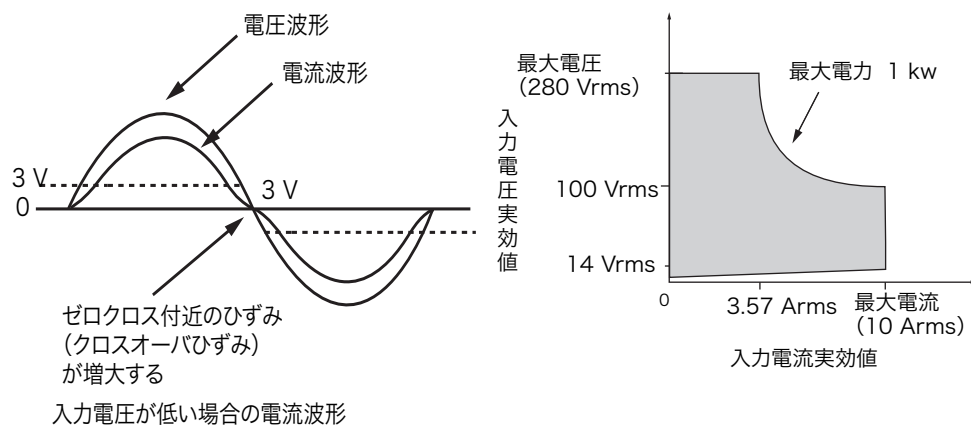
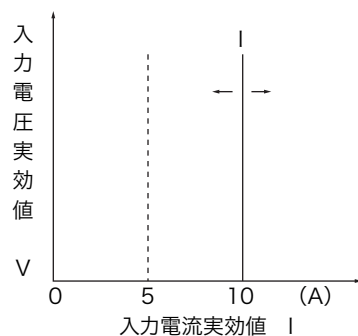
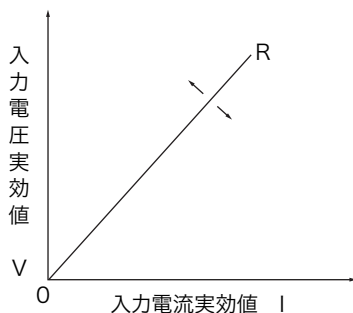
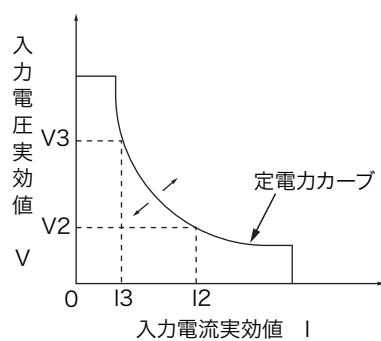

図 A-1 動作領域
図 A-4 CC モード
図 A-6 CR モード
図 A-8 CP モード
本製品は、定格電流、定格電圧、定格電力で制限され、図 A-1 に網掛けで示されている領域内で動作が可能です。
本製品を定電流 (CC) モードで使用すると、図 A-1 の動作領域内部で、図 A-4 のように定電流負荷として動作します。入力電圧とは無関係に、設定した電流に応じて入力電流の実効値 (I) を流し続ける動作になります。
本製品を定抵抗 (CR) モードで使用すると、図 A-1 の動作領域内部で、図 A-6 のように抵抗負荷として動作します。入力電圧が変化すると、設定した抵抗値 R により、入力電圧の実効値 / 入力電流の実効値 = 抵抗値になるように電流を流す動作になります。
本製品を定電力 (CP) モードで使用すると、図 A-1 の動作領域内部で、図 A-8 のように定電力負荷として動作します。入力電圧の実効値が増加すると入力電流の実効値が減少して、本製品で消費する皮相電力 $P = V \times I$ を一定にするように電流を流す動作です。図 A-8 において $P = V_2 \times I_2 = V_3 \times I_3$ となります。